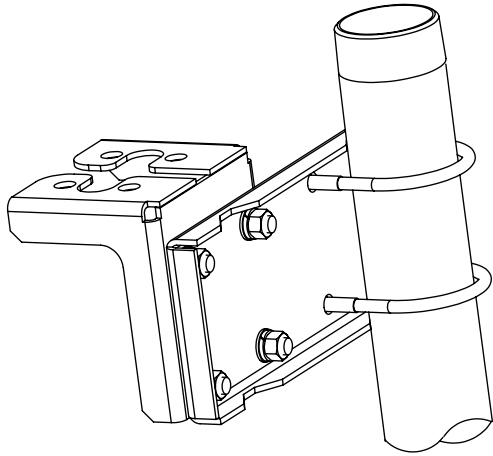

Figure 2 (kit d'installation latérale réf. 2101913)
3. Installez le support du 6200EX (selle de raccordement, installation directe, canalisation indépendante, etc.). Si vous installez la canalisation sur un compteur, utilisez un kit d'installation de selle, comme illustré à la figure 1. Des kits d'installation de selle de différentes tailles sont disponibles, en fonction de la taille du compteur. Si vous installez le 6200EX sur une canalisation, utilisez le kit d'installation de support à 2 pièces (réf. 210193) comme illustré à la figure 2. Fixez le support d'installation latéral à la canalisation de 5 cm à l'aide des deux boulons en U puis fixez le support d'installation 6200EX à l'aide du matériel disponible. Le 6200EX peut se trouver d'un côté ou de l'autre de la canalisation, suivant la façon dont le support d'installation latéral a été installé (voir figure 1). Utilisez de la silicone à pulvériser ou du ruban Teflon afin d'éviter les éraillures du filetage.